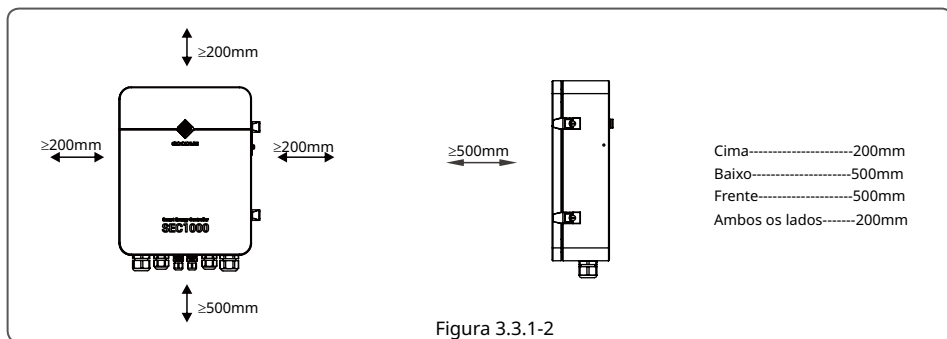

Figura 3.3.1-2
- O SEC1000 deve ser instalado na vertical ou com uma inclinação para trás menor que 15°. Não é permitida inclinação lateral. A área de conexão deve apontar para baixo. Consulte a Figura 3.3.1-1 para referência.
- Para permitir a dissipação do calor e facilitar manutenções, as distâncias ao redor do SEC1000 não devem ser inferiores aos valores indicados na Figura 3.3.1-2.